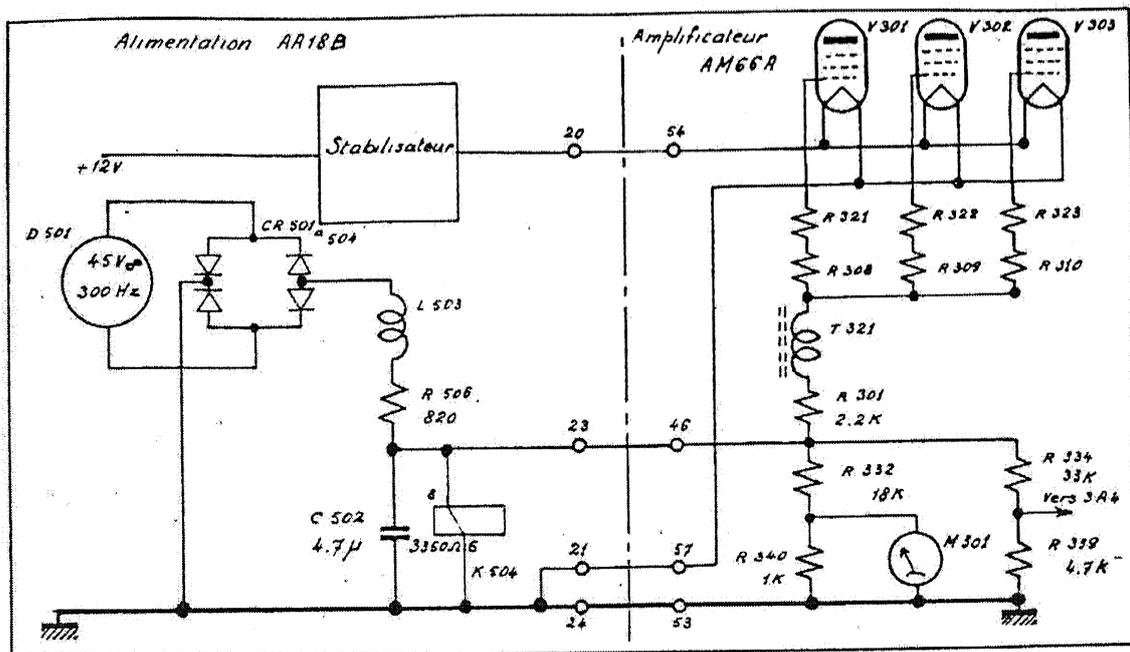

Fig. 10 - Mesure de la polarisation des tubes de puissance.
- Fig. 10 Mesure de la polarisation des tubes de puissance